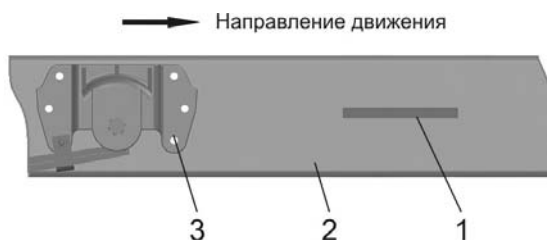

Рис. 1.2. 1 – место нанесения VIN автомобилей с платформой и их шасси; 2 – лонжерон рамы правый; 3 – передний кронштейн задней рессоры
1.2. Идентификационный номер ТС (VIN) на автомобилях с платформой и их шасси наносится на правом лонжероне рамы перед передним кронштейном задней рессоры (рис. 1.2, поз. 1).